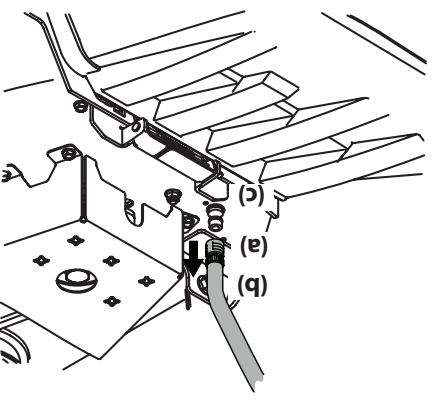

Figure 4-3
- 3. Tirez sur le collier d'arrêt de l'adaptateur (b) et installez l'adaptateur (b) sur un des gicleurs (c) situés aux deux extrémités du plateau de coupe. Relâchez le collier (a) d'arrêt pour fixer l'adaptateur (b) sur le gicleur (c). Voir Figure 4-3.